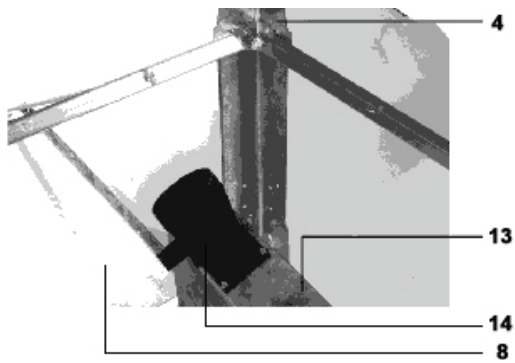

Abb. 8
- Nehmen Sie vier M4x12 Sechskantschrauben und vier M4 Unterlegscheiben, um Teil 14 auf Teil 13 zu montieren (siehe Abb. 8).